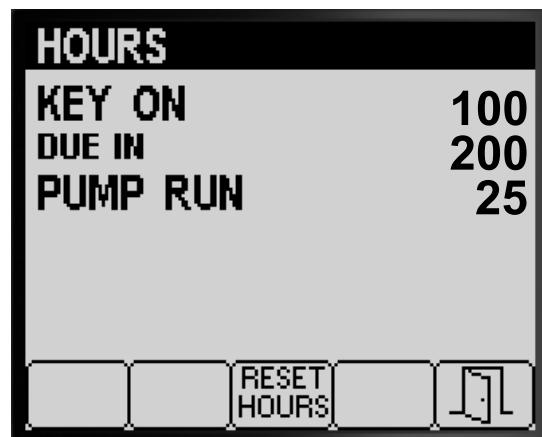

Figura 81
- Utilize as informações do contador (Figura 81) indicadas no ecrã para determinar o seguinte:
- Para repor as horas de todas as informações do contador, prima o botão 3 (Figura 81).
- Prima o botão 5 para sair do ecrã HORAS e voltar ao ecrã MANUTENÇÃO (Figura 81).